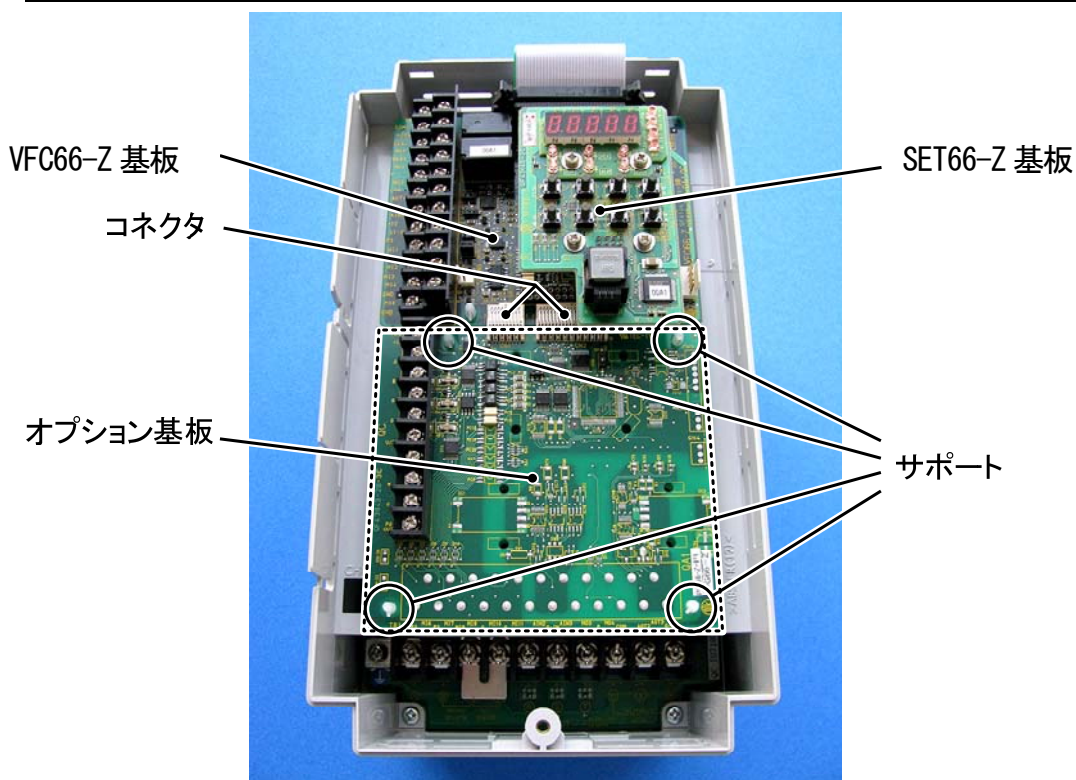
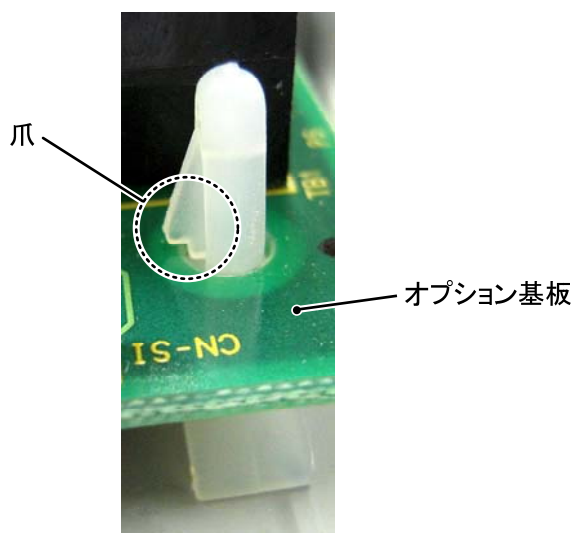

図 5.1 表面カバーを開けた状態(VF66CH-2R222)
図 5.4 サポートの爪部分
④図 5.1 に丸印で示した 4 箇所、オプション基板をユニット筐体に固定するサポートがありますので、図 5.4 に示した爪部分をサポート内部に押し込むようにして、オプション基板を取り外してください。
⑤オプション基板と同様に VFC66-Z 基板にもユニット筐体に固定するサポートがありますので、図 5.4 に示した爪部分をサポート内部に押し込むようにして、VFC66-Z 基板を取り外してください。4 つの穴とサポートの位置を合わせ、図 5.4 に示すようにサポートの爪部分が基板上部に引っ掛かるまで基板を押し込んでください。
⑥取り外したオプション基板の 4 つの穴と図 5.1 に丸印で示したサポートの位置を合わせ、図 5.4 に示すようにサポートの爪部分が基板上部に引っ掛かるまで基板を押し込んでください。